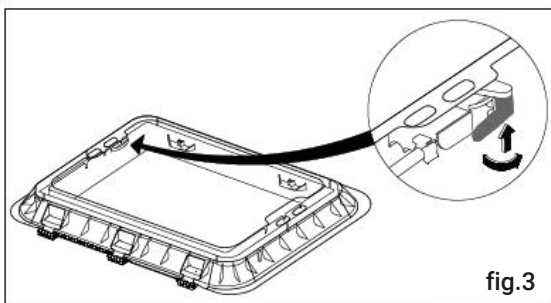

fig.3
1. Drücken Sie den Knopf des Griffs und drehen Sie ihn um 90° (siehe Abbildung 3).